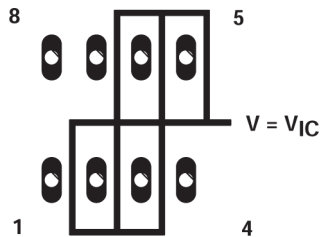
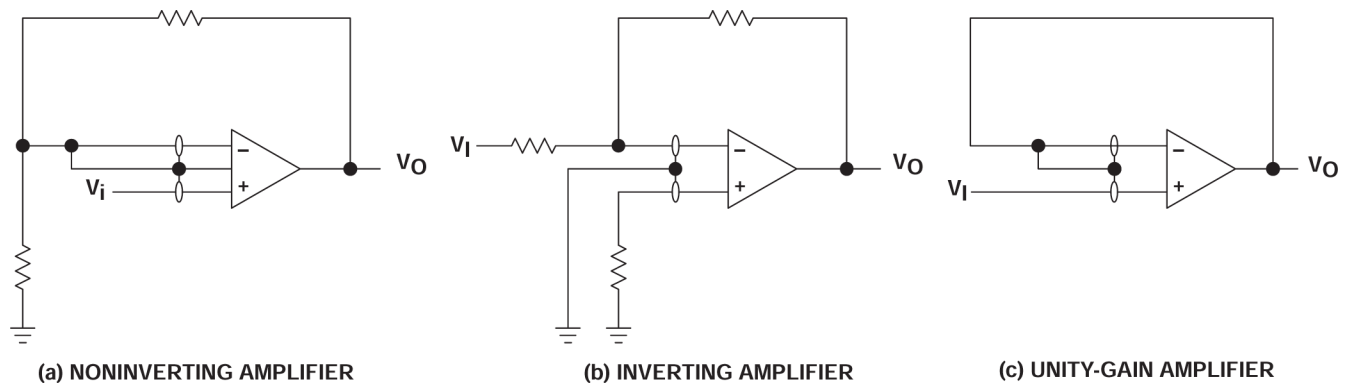

图 6-4. 器件输入端周围的隔离金属（P 封装）
图 7-4. 防护环方案
- 将器件与其他潜在的泄漏漏源隔离。在设备输入端周围和之间使用接地屏蔽层（请参阅图 6-4）。否则可能流向输入端的泄漏电流被分流。
由于极高的输入阻抗和由此产生的低偏置电流要求，TLV232x 是低电平信号处理的绝佳选择。但是，印刷电路板和插座上的泄漏电流有时很容易超过偏置电流要求，且会导致器件性能下降。最佳实践是在输入端周围添加防护环（类似于参数测量信息一节中图 6-4 的防护环）。在与共模输入相同的电压电平下，从低阻抗源驱动这些防护装置（请参阅图 7-4）。